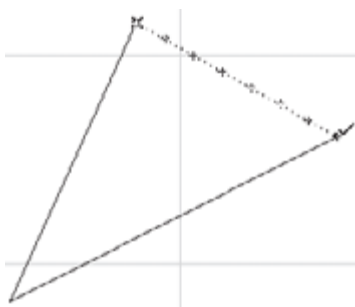

Рис. 3.46. Деление расстояния между концами отрезков
11. Переместите указатель мыши к концу нижнего отрезка так, чтобы он принял форму  (рис. 3.46). Это означает, что произошла привязка конечной точки расстояния к концу второго отрезка. Обратите внимание, что прямая, соединяющая концы отрезков, разделена на 7 равных частей, причем точки деления обозначены крестиками.